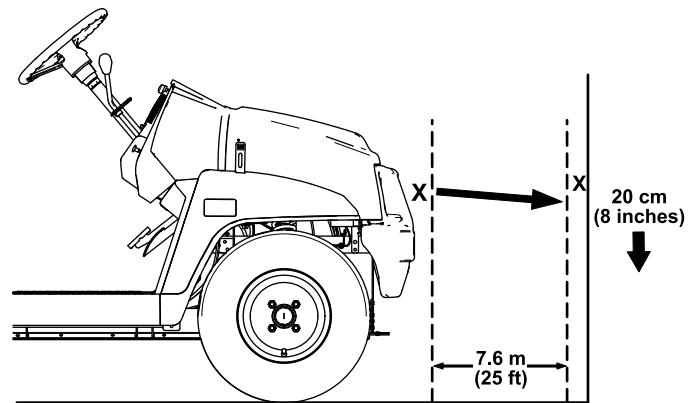

Figura 50
1. Aparque la máquina en una superficie nivelada con los faros a unos 7.5 m (25') de una pared (Figura 50).
La parte más brillante del haz del faro debe estar a 20 cm (8") por debajo de la señal hecha en la pared (Figura 50).